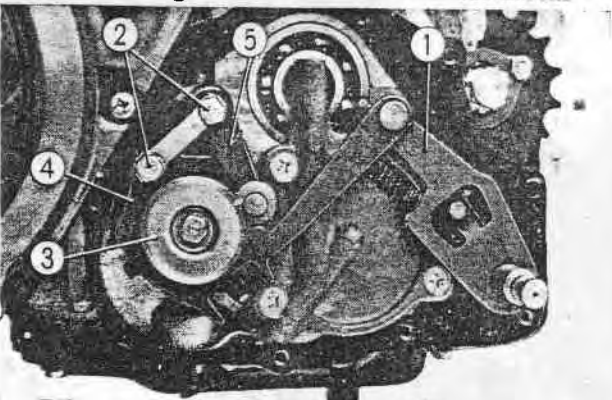

Fig. 3-70 ① Bras de sélecteur
5. Enlever le bras de sélecteur, la plaque latérale de sélecteur, la butée de tambour de sélecteur et la butée franche de sélecteur. (Fig. 3-70)